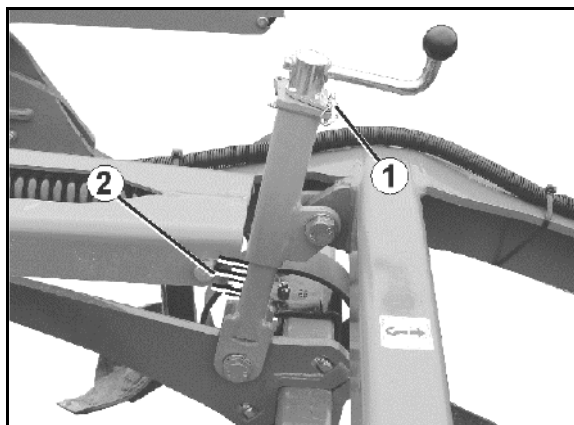

Fig. 32
1. Træk klapsplitten (Fig. 32/1) ud.
- Til orientering har indstillingsenhederne en skala (Fig. 32/2).